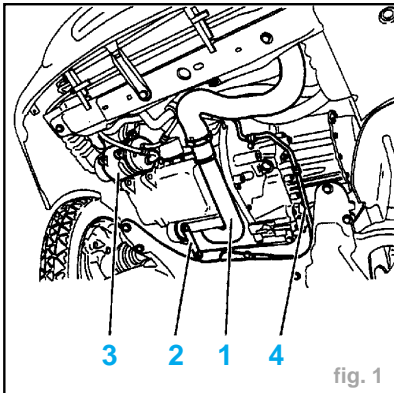

fig. 1
- Déposer le conduit d'air (1) (sur DW10 ATED uniquement) (fig. 1).